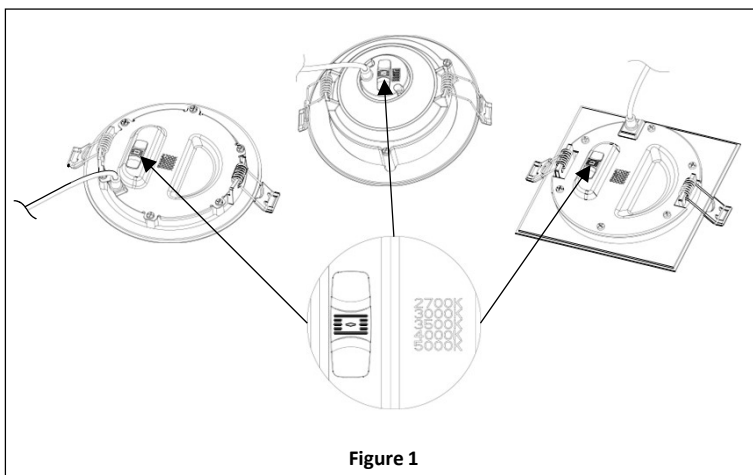

Figure 1
2. Sélectionnez la température de couleur corrélée (CCT) préférée parmi 5 options à l'aide de l'interrupteur au dos de la lumière. **Reportez-vous à la figure 1.**